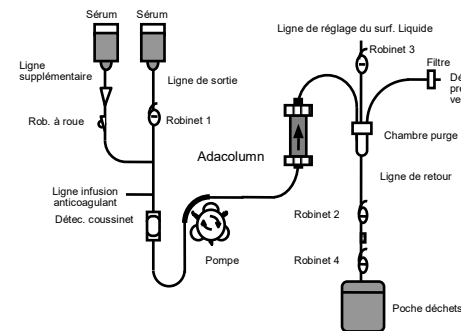

Fig.2
- 2) Retirer le bouchon de l'extrémité de couleur rouge et connecter fermement la ligne d'entrée vers ADACOLUMN. Installer ADACOLUMN sur son support de telle sorte que l'extrémité rouge se trouve en bas. Retirer le bouchon de l'extrémité colorée en bleu et connecter celle-ci à la ligne de retour au patient (Fig.2).